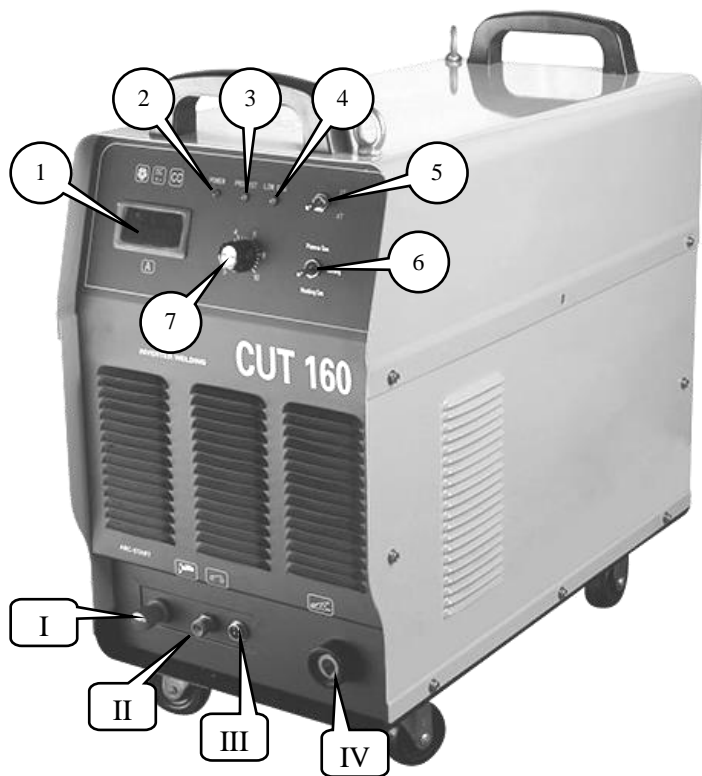

Рис.1. Органы управления и индикации аппаратов.
- Подключить силовой разъем воздушно-плазменной горелки к штуцеру II (Рис.1) аппарата.